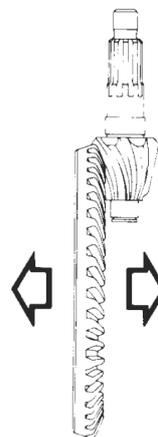

Figura 94
- E- Se for necessário aumentar ou diminuir a folga de engrenamento, desaperte o anel de ajuste lado direito e na mesma proporção aperte o lado esquerdo ou vice-versa conforme a necessidade (figura 94).
- D- Se for necessário aumentar ou diminuir a folga de engrenamento, desaperte o anel de ajuste lado direito e na mesma proporção aperte o lado esquerdo ou vice-versa conforme a necessidade (figura 94).